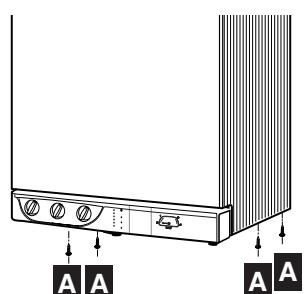

Abb. 10
- die 4 Befestigungsschrauben A der Verkleidung abschrauben A (Abb. 10)